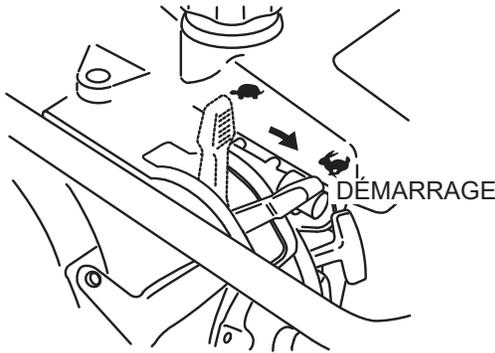

Figure 10. Levier d'accélérateur (Position de démarrage)
1. Pour commencer à damer, déplacer **rapidement** le levier d'accélérateur (Figure 10) en position de la position **RALENTI** à la position **DÉMARRAGE** (👉) **NE PAS** déplacer lentement le levier d'accélérateur, car cela pourrait endommager l'embrayage ou le ressort.